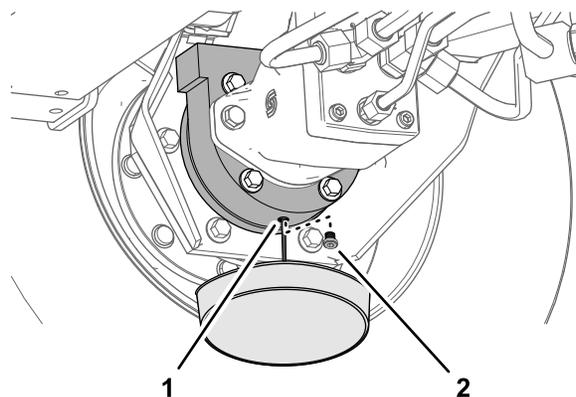

**Рисунок 92**
2. Снимите пробку заливного отверстия, расположенную в положении «12 часов», и пробку контрольного отверстия, расположенную в положении «3 часа» (Рисунок 92).
3. Подставьте сливной поддон под ступицу планетарной передачи, снимите пробку сливного отверстия, расположенную в положении «6 часов», и дайте маслу полностью стечь (Рисунок 92).
5. Установите пробку сливного отверстия в сливное отверстие корпуса планетарного редуктора (Рисунок 92).